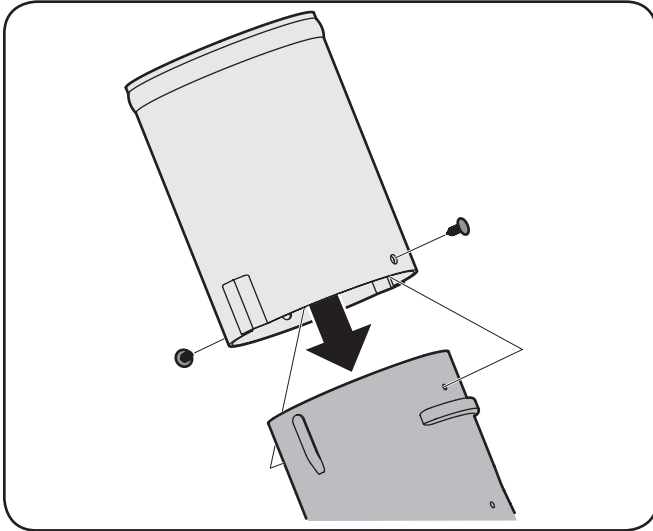

Figura 4-23
13. Instale el adaptador del canal sobre el codo alineando las lengüetas y deslizando el adaptador sobre el codo, como en la Figura 4-23. Asegure el adaptador instalando las dos pinzas de trinquete incluidas en el paquete de elementos en los orificios provistos.